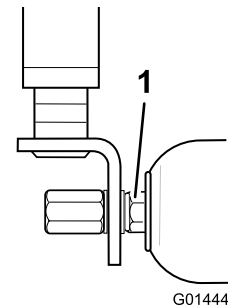

Figura 79
2. Si hay un movimiento excesivo, apriete con cuidado las tuercas de cada extremo del rodillo con la llave, justo lo suficiente para eliminar la holgura axial (Figura 79).